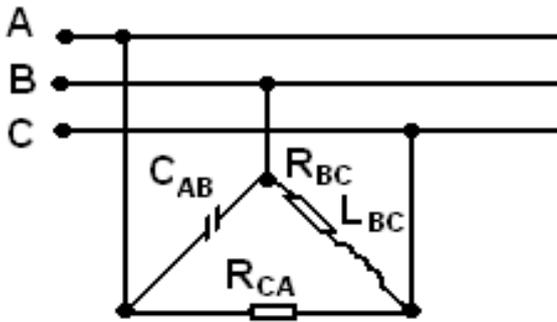

Рисунок 3. Схема для расчета
1. В трехфазную сеть включили треугольником несимметричную нагрузку. В фазу  $AB$  – емкостный элемент  $C_{AB}$ , в фазу  $BC$  – индуктивный элемент с активным сопротивлением  $R_{BC}$  и индуктивностью  $L_{BC}$ , в фазу  $CA$  – резистор с сопротивлением  $R_{CA}$  (рисунок 3). Линейное напряжением сети  $U_{Л}$ . Определить фазные токи  $I_{AB}$ ,  $I_{BC}$ ,  $I_{CA}$ , активную мощность цепи  $P$ , реактивную мощность  $Q$  и полную мощность трехфазной цепи  $S$ .